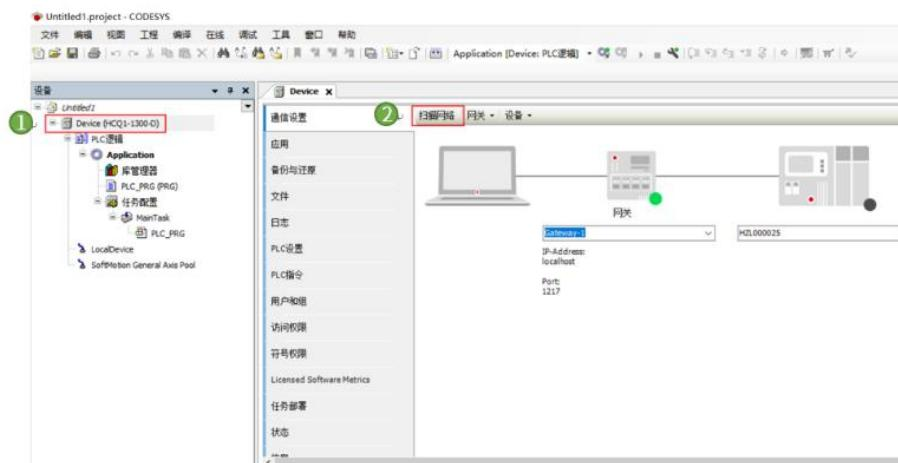

图13-5 网络连接
2. 双击【Device】，弹出页面如图13-5所示，点击【扫描网络】。